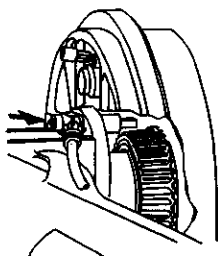

图 3-280 拆下传感器
2) 拧下传感器的内六角紧固螺栓（如图 3-280 所示），然后拆下后轮转速传感器。